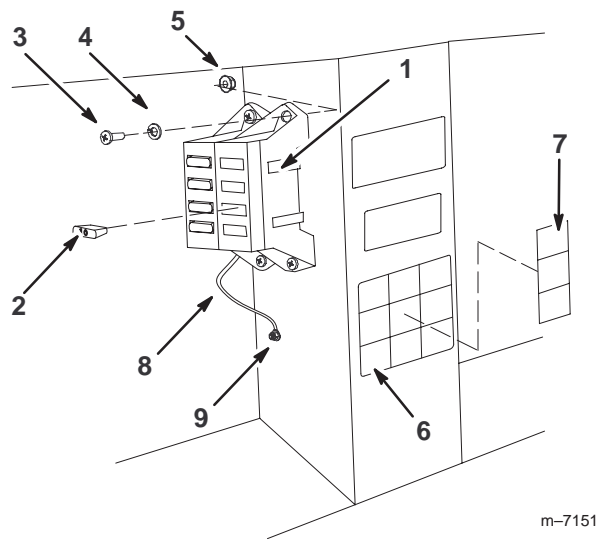

Figura 7
4. Instale el bloque de fusibles y el mazo de cables al bastidor junto al bloque de fusibles existente, usando los dos tornillos (#10-24 x 3/4 pulgada), dos arandelas (7/32 pulgada), y dos contratuerca (#10-24) según muestra la Figura 7.